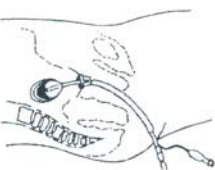

Figure 2
- S'assurer que la poignée (F) est solidement fixée avec la partie plate de la butée cervicale placée au niveau du repère de 6 cm.
- En utilisant une seringue en plastique standard, tester le manchon gonflable en insérant 6 à 7 cm3 d'air dans l'ensemble de la vanne (A).
- Déterminer si une dilatation du col de l'utérus s'avère nécessaire. Dilater avec un dilateur Hank à 14 en utilisant des techniques chirurgicales approuvées ou utiliser une pince anatomique utérine fermée standard pour dilater le col de l'utérus. Le manchon gonflable (C) du Manipulateur Utérin peut se déchirer si le passage n'est pas assez large.
- Lubrifier l'orifice d'extrémité distal (B) et le manchon (C) pour faciliter l'insertion. Avec précaution, guider l'instrument le long de l'axe naturel du col de l'utérus pour éviter toute lésion.
- Insérer complètement le Manipulateur Utérin dans l'utérus jusqu'à ce que la face de la butée cervicale (E) s'aboute au col externe de l'utérus. Gonfler *lentement* le manchon avec 3 à 10 cm3 d'air *jusqu'à ce que la butée cervicale soit bien plaquée* contre le col de l'utérus. Le manchon de gonflage coince le bas de l'utérus contre la butée cervicale fixée. Tenir le pouce sur le piston en retirant la seringue de la vanne de gonflage pour empêcher tout reflux d'air dans la seringue.
- Pour s'assurer que le manchon (C) ne s'est pas rompu pendant la procédure, vérifier la fermeté du ballonnet pilote (A). Un ballonnet mou indique un manchon rompu ou ayant une fuite.
- Les utérus en position postérieure (voir Figure 2) peuvent être pivotés en position antérieure en plaçant le Manipulateur Utérin dans l'utérus de façon postérieure et en le faisant tourner antérieurement après le gonflage du manchon.
- Avant la manipulation ou l'injection, vérifier que le manchon (C) est gonflé en observant le gonflage du ballonnet pilote. L'élasticité cervicale est perdue en cas de rupture du manchon. Un manchon dégonflé augmente le danger de perforation de la paroi utérine.
- Pour retirer le Manipulateur Utérin, insérer profondément la seringue dans la vanne d'air (A) et dégonfler le manchon. Avec précaution, retirer l'instrument. Vérifier l'instrument avant de le jeter pour s'assurer qu'il est intact et qu'aucune partie ne reste dans le canal vaginal.